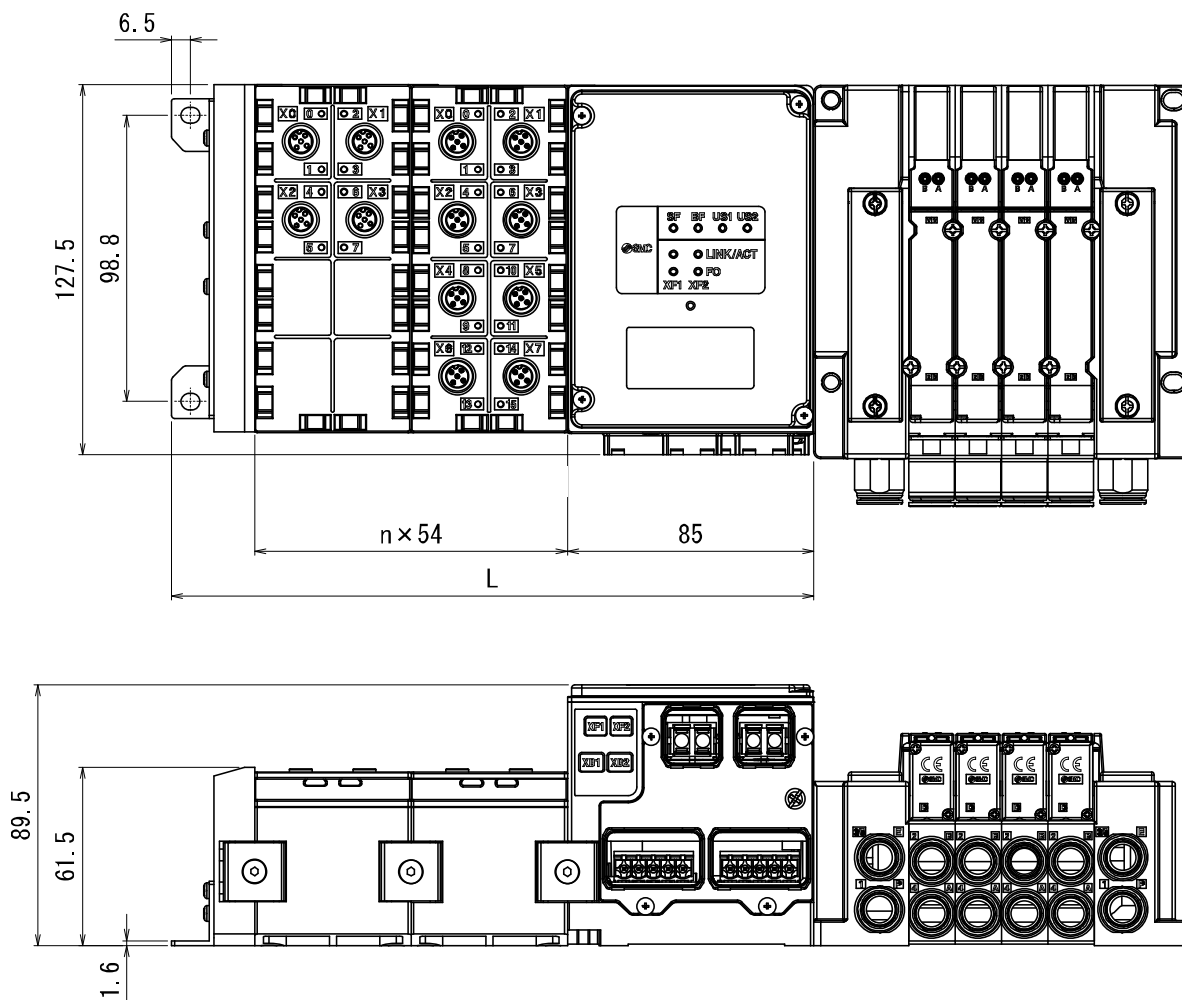

图. 12-1 输入输出模块集装尺寸
- 图. 12-1 为使用端版 EX245-EA2-1 时的图示